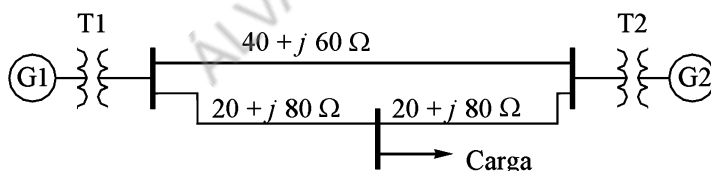

Figura 2.17 Esquema unifilar para el Problema 2.11.
- 2.11** Dibuje el esquema por fase del sistema de energía eléctrica mostrado en la Figura 2.17 indicando todas las impedancias en valores por unidad sobre una base de 100 MVA y 132 kV en la zona correspondiente a la línea que interconecta el transformador T1 con el T2. Los datos necesarios son los siguientes: